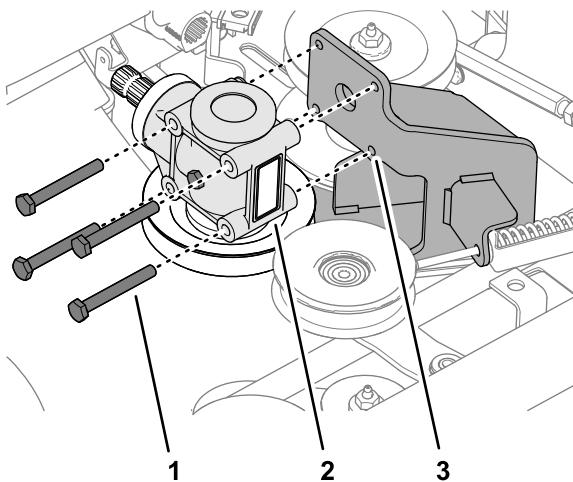

Figura 118
2. Rimuovete i 4 bulloni che fissano la scatola a ingranaggi del piatto di taglio al supporto della scatola (Figura 118).
1. Allineate i fori della scatola a ingranaggi del piatto di taglio con i fori del supporto della scatola; fate riferimento alla Figura 118 in Rimozione della scatola a ingranaggi \(pagina 83\).